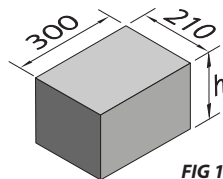

FIG 1
1. Verifique se o piso em que o equipamento será sobreposto é resistente o suficiente para que o mesmo possa ser parafusado nivelado e que não tenha acúmulo de água. Caso o local de fixação do equipamento não esteja adequado, deverá ser confeccionada uma base de concreto de acordo com as exigências ao lado (fig 1):
Compruebe que la superficie donde se procederá a fijar el mecanismo, sea lo suficientemente resistente y nivelado para poder ser fijado al piso. De no contar con una superficie firme, se deberá fabricar una base de concreto, tomando como referencia al lado (fig 1):